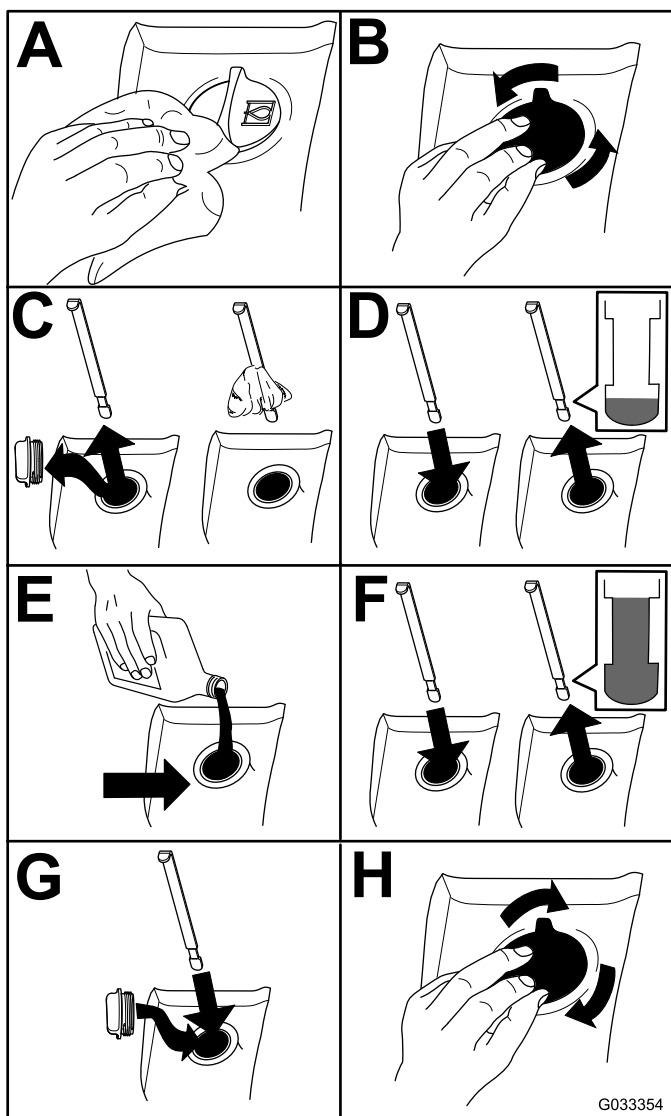

Figura 71
2. Verificação do nível do fluido hidráulico (Figura 71).